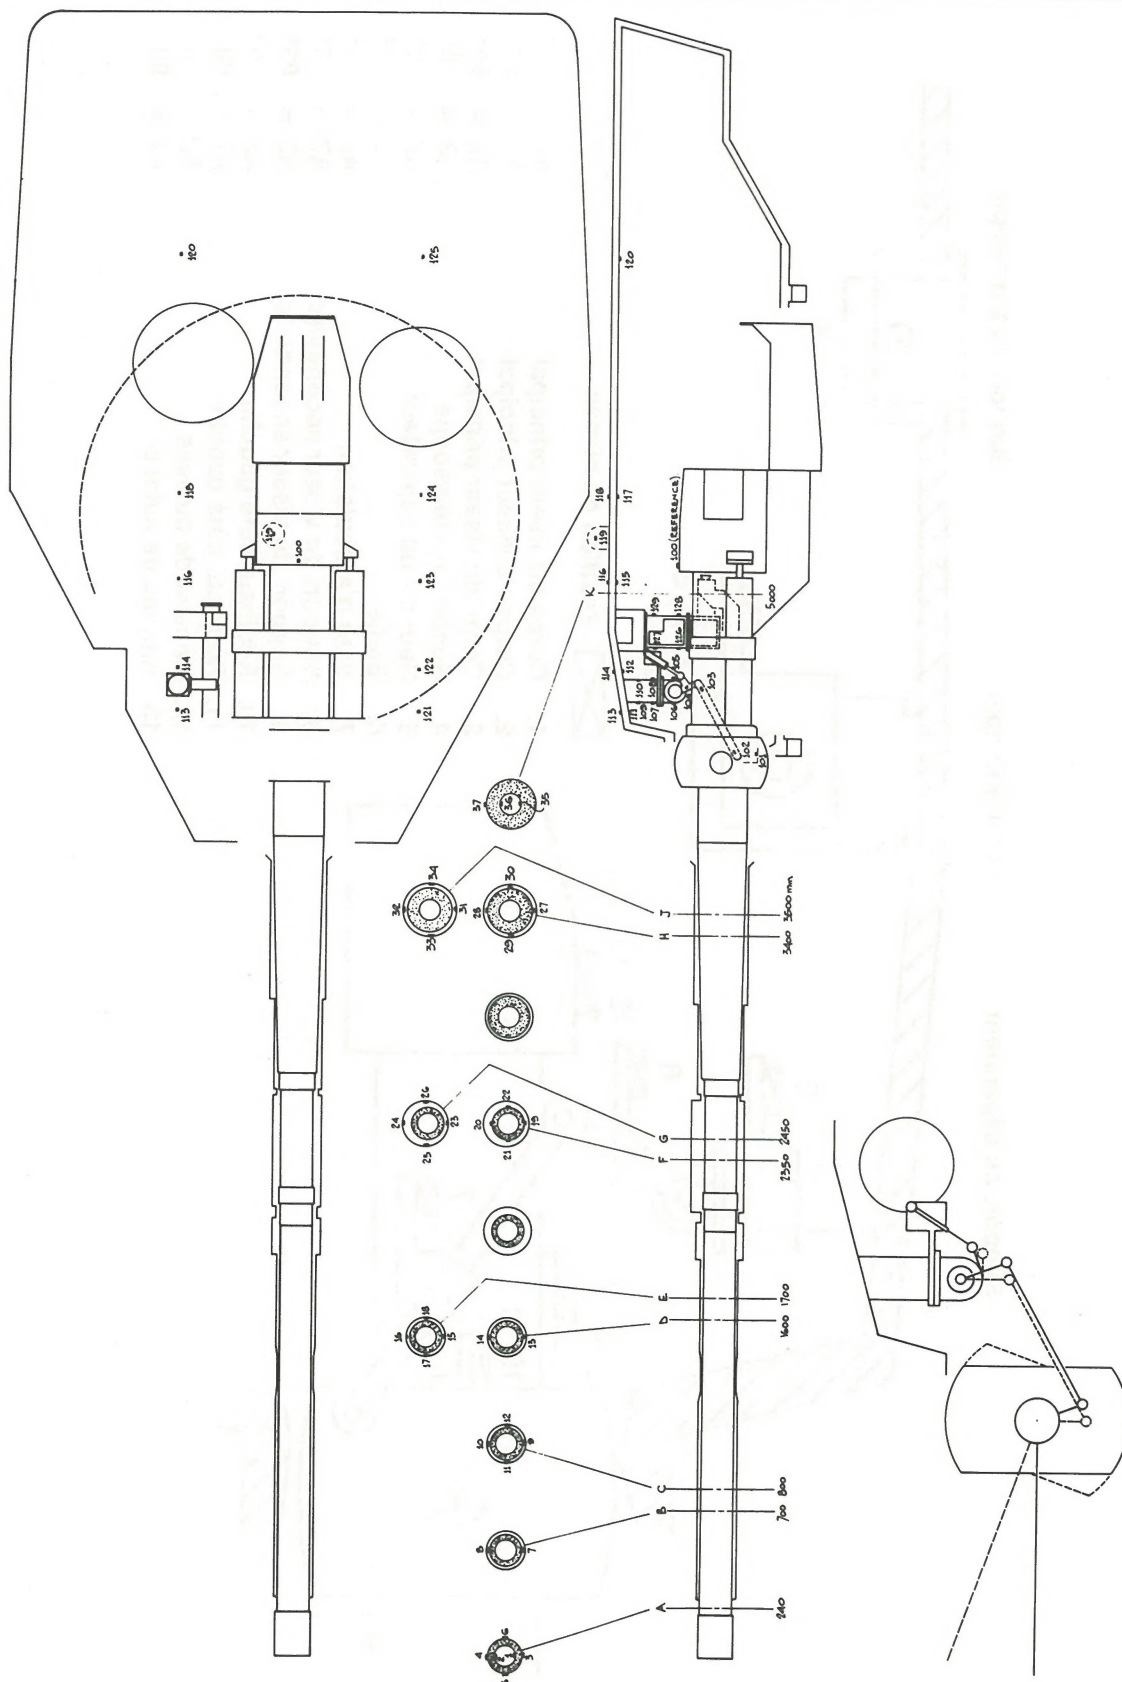

Fig. 3 — Détecteur de température
- Sur la tourelle et le canon, on a installé plus de 100 détecteurs de température reliés au système d'acquisition de données (Fig. 3).